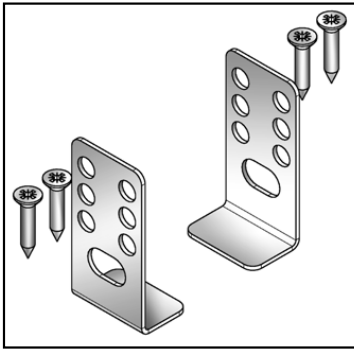

Fig. 2
- 2 étriers de fixation arrière + 4 vis pour aggloméré 4,5×16 mm (**Fig. 2**).